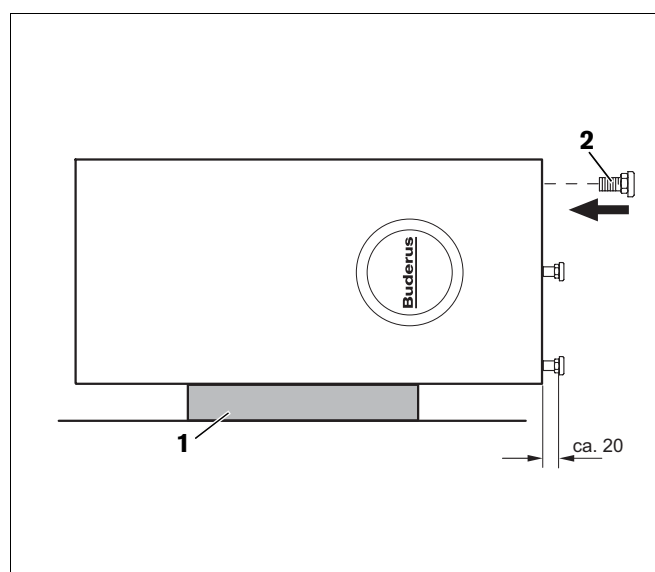

Fig. 5 Montage des pieds réglables
- Poser le rembourrage du couvercle (fig. 5, **pos. 1**) sur le sol.
- Retirer les pieds réglables du disque isolant du fond (polystyrène expansé) et visser les pieds réglables M10 x 30 (fig. 5, **pos. 2**) dans la partie inférieure du préparateur.